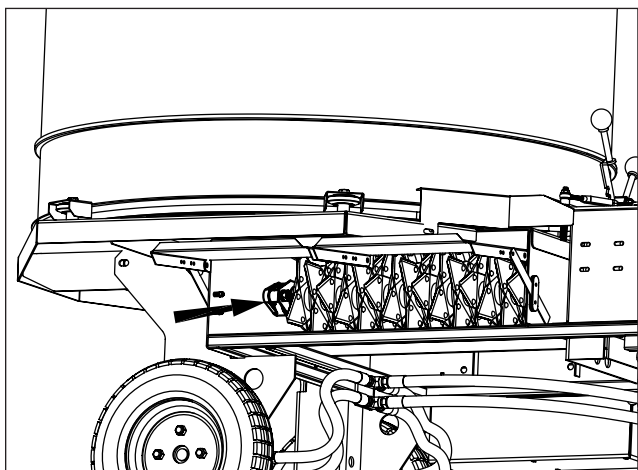

Fig. 16 Roulements du rotor
3. Lubrifiez les 2 roulements de l'arbre du rotor à l'aide d'un coup de fusil-graisseur (voir figure 16).